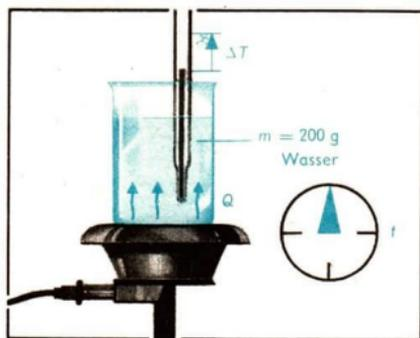

Bild 35/1 Experimentieranordnung
- Bestimme nach der Experimentieranordnung im Bild 35/1 für 200 g Wasser fortlaufend die Zeit, die für eine Temperaturänderung von 10 K, 20 K, 30 K und 40 K erforderlich ist!
1. Stelle die erhaltenen Werte für die Temperaturänderung ΔT und für die Wärme Q in einem Koordinatensystem (Bild 35/2) grafisch dar!